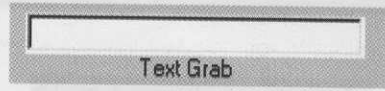

Fig.30 In questa casella, potete scrivere un testo che verrà utilizzato dalle macro che contengono il comando 'textgrab'.
**Text Grab** – questa casella (vedi fig.30), posta sotto i pulsanti delle macro, va utilizzata per inserire un testo che può essere digitato, trascinato, incollato o ancora inserito automaticamente selezionandolo e cliccandoci sopra con il tasto **destro** del mouse (in questo caso deve essere abilitata la funzione **Auto text select** visibile in fig.28). Questo testo viene utilizzato dalle macro che contengono la parola chiave **'textgrab'**. Il testo **non** viene **salvato** e quando si esce dal programma si cancella.